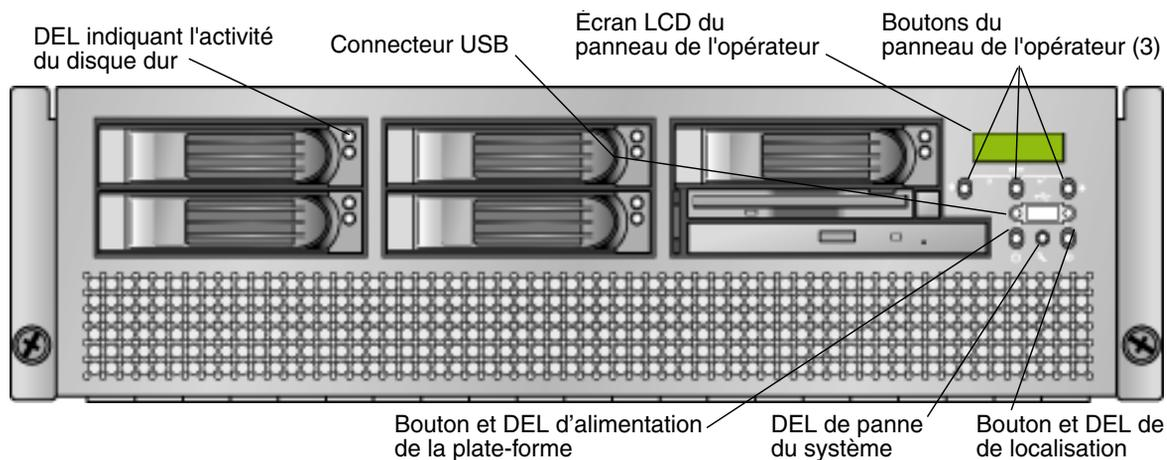
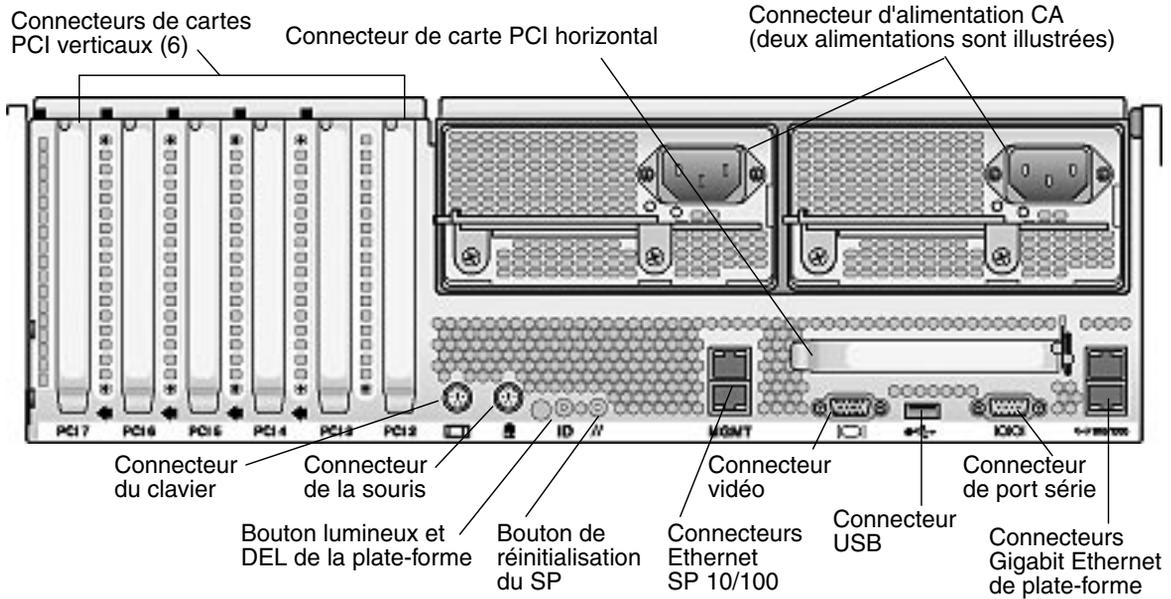

FIGURE 1-4 Panneau frontal du serveur Sun Fire V40z
FIGURE 1-5 Panneau arrière du serveur Sun Fire V40z
FIGURE 1-4 illustre le panneau frontal du serveur Sun Fire V40z.
FIGURE 1-5 illustre le panneau arrière du serveur Sun Fire V40z :
Il est important de faire attention à l'étiquetage des ports Ethernet sur le panneau arrière du serveur Sun Fire V40z. En regardant les ports gigabit (Gb) Ethernet de plate-forme sur la droite du châssis (voir la FIGURE 1-5), l'interface Ethernet inférieure est eth0 et l'interface supérieure eth1.
- La FIGURE 1-4 illustre l'emplacement du panneau de l'opérateur sur le panneau frontal du serveur Sun Fire V40z.
- Pour connaître l'emplacement de ces DEL sur le serveur Sun Fire V40z, voir la FIGURE 1-4 et la FIGURE 1-5.